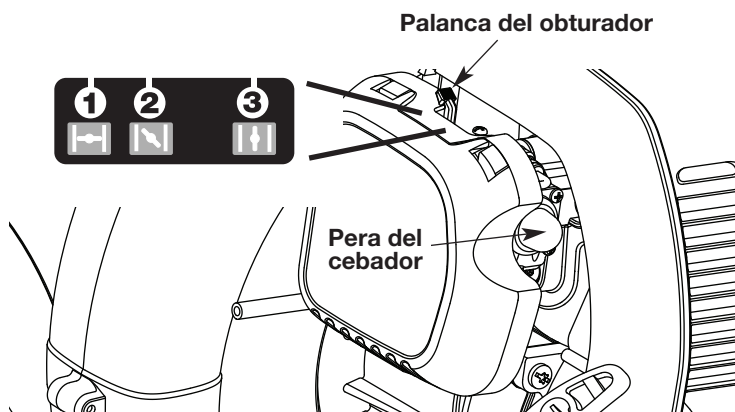
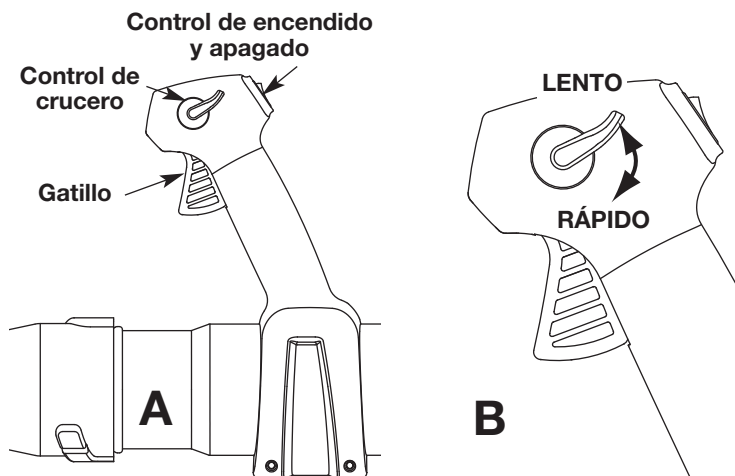
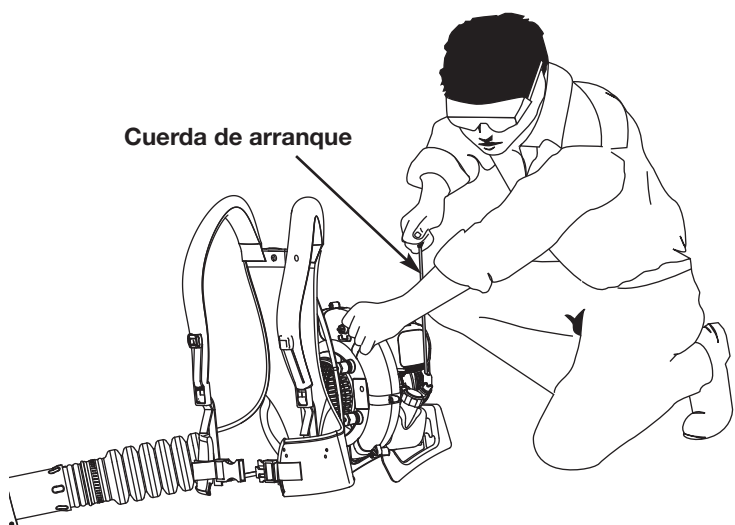

Fig. 14
Fig. 15
Fig. 16
ADVERTENCIA: Evite los arranques accidentales. Colóquese en posición de inicio cuando tire de la cuerda de arranque (Fig. 16). El operador y la unidad deben estar en una posición estable al arrancar la unidad para evitar graves lesiones personales. Para evitar lesiones personales graves, asegúrese de que los tubos de la sopladora estén colocados antes de hacer funcionar la unidad.
3. Oprima y suelte completamente la pera del cebador **10** veces, lentamente. Deberá verse alguna cantidad de combustible en la pera del cebador (Fig. 14). Si no se ve combustible en la pera, oprima la pera hasta que se vea el combustible.
4. Coloque la palanca del obturador en la **Posición 1** (Fig. 14).
NOTA: La unidad debe arrancarse en vacío. No apriete el gatillo hasta que el paso 8 (Fig. 15, A).
5. **No apriete el gatillo.** Colóquese en la posición de arranque (Fig. 16). Tire de la cuerda de arranque **5** veces en un movimiento controlado.
6. Coloque la palanca del obturador en la **Posición 2** (Fig. 14).
8. Apriete y sostenga el gatillo, o presione el control de crucero (Fig. 15, A), y permitir que el motor se caliente durante 30 a 60 segundos.
9. **Continuar oprime el gatillo.** Mover la palanca del obturador a la **Posición 3** (Fig. 14) y continuar el calentamiento del motor por un período adicional de 60 segundos. Durante este tiempo la unidad puede ser utilizada.
2. Oprima y mantenga oprimido el Control de encendido y apagado en la posición APAGADO (O) hasta que el motor se detenga por completo (Fig. 15, A).
1. Una vez que el motor haya arrancado y esté caliente, oprima el gatillo para acelerar la unidad según sea necesario (Fig. 15, A).
2. Para períodos de funcionamiento más prolongados y para eliminar la posibilidad de fatiga en el dedo, mueva el control de crucero hacia la posición **RÁPIDO** para aumentar poco a poco o mantener la velocidad del motor de la unidad (Fig. 15, B). Cuando se oprima el control de crucero, el gatillo retrocederá hacia la manija.
3. Para disminuir la velocidad del motor, mueva el control de crucero hacia la posición **LENTO** y el gatillo regresará a la posición de marcha en vacío (Fig. 15, B).
NOTA: La unidad debe arrancarse en vacío. No apriete el gatillo hasta que el paso 10 (Fig. 15, A).
5. Agáchese en la posición de arranque (Fig. 16). Inserte el arrancador eléctrico o el Power Start Bit™ en la parte trasera de la unidad (Fig. 32). Consulte la sección de *Operación* del manual del operador del Arrancador Eléctrico o Accesorio de Arranque Eléctrico Opcional Power Start Bit™.
6. **No apriete el gatillo.** Apriete y sostenga el botón de ENCENDIDO (I) del arrancador eléctrico o taladro durante 2 segundos.
7. Coloque la palanca del obturador en la **Posición 2** (Fig. 14).
8. **No apriete el gatillo.** Apriete y sostenga el botón de ENCENDIDO (I) del arrancador eléctrico o taladro durante 2 segundos, hasta que la unidad arranque.
10. Apriete y sostenga el gatillo, o presione el control de crucero (Fig. 15, A), y permitir que el motor se caliente durante 30 a 60 segundos.
11. **Continuar oprime el gatillo.** Mover la palanca del obturador a la **Posición 3** (Fig. 14) y continuar el calentamiento del motor por un período adicional de 60 segundos. Durante este tiempo la unidad puede ser utilizada.
2. Oprima y mantenga oprimido el Control de encendido y apagado en la posición APAGADO (O) hasta que el motor se detenga por completo (Fig. 15, A)
2. Para períodos de funcionamiento más prolongados y para eliminar la posibilidad de fatiga en el dedo, mueva el control de crucero hacia la posición RÁPIDO para aumentar poco a poco o mantener la velocidad del motor de la unidad (Fig. 15, B). Cuando se oprima el control de crucero, el gatillo retrocederá hacia la manija.
3. Para disminuir la velocidad del motor, mueva el control de crucero hacia la posición LENTO y el gatillo regresará a la posición de marcha en vacío (Fig. 15, B).
- Use la control de crucero (Fig. 15) para mantener el gatillo oprimido mientras esté trabajando para facilitar el funcionamiento continuo.